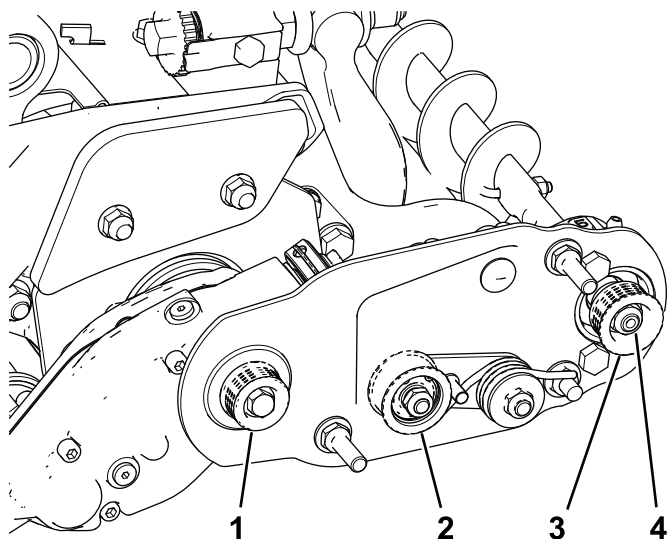
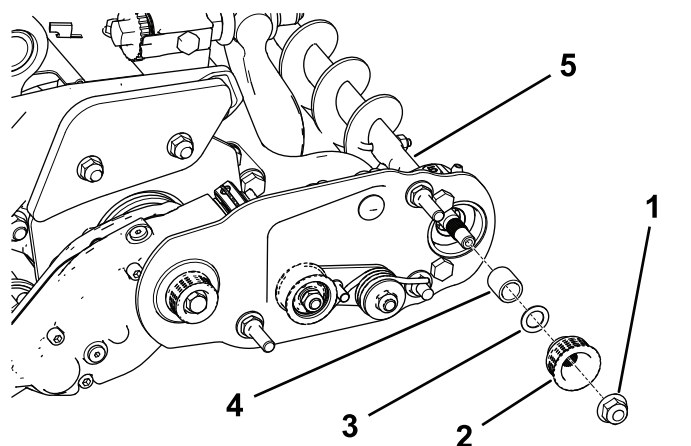

Figure 22
Figure 23
1. La poulie menée (au niveau de l'arbre de la brosse) peut bouger vers l'intérieur ou l'extérieur (Figure 22).
2. Tout en tournant le cylindre, ce qui entraîne la poulie d'entraînement, déchaussez la courroie de la poulie (Figure 22).
3. Retirez le contre-écrou qui fixe la poulie menée à l'arbre de la brosse (Figure 22 ou Figure 23).
4. Déposez la poulie menée de l'arbre (Figure 23).
5. S'il est nécessaire de déplacer la poulie vers l'extérieur, ajoutez une rondelle de 0,8 mm d'épaisseur (Figure 23).
6. Montez la poulie, comme montré à la Figure 23.